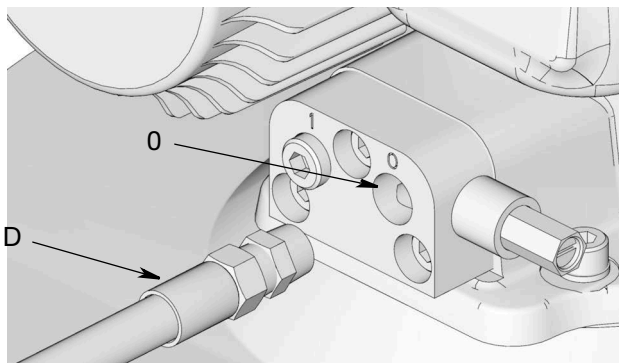

图 73: 润滑剂输出接头
6. 连接定时器/控制器 (F) (用户提供, 若使用)。
7. 将高压润滑剂供应管路 (D) 连接到排气阀或歧管的润滑剂输出接头 (O) 上 (图 73)。